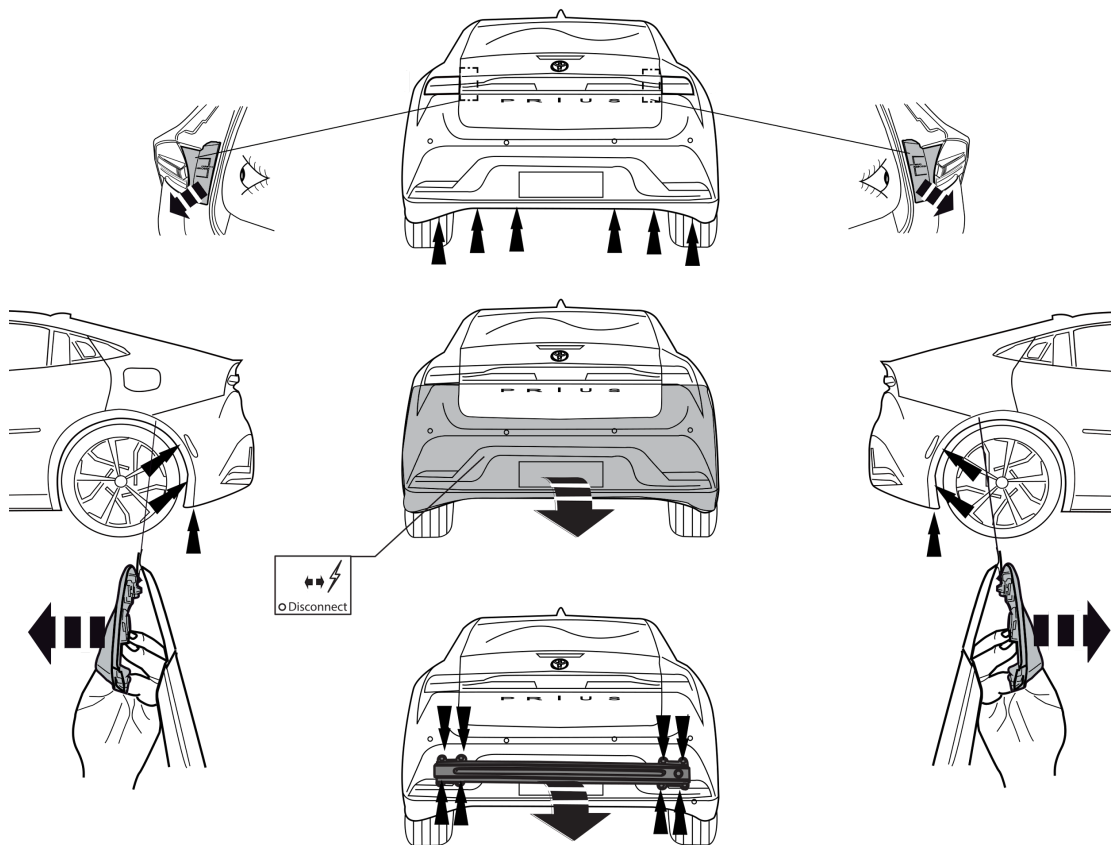

Fig. 1
1. Снять пластмассовые защитные колапак. Снять дампер вместе со бугерным брусом автомобиля. Бугерный брус больше не понадобится. Поставить болты на место. См. рисунок 1.